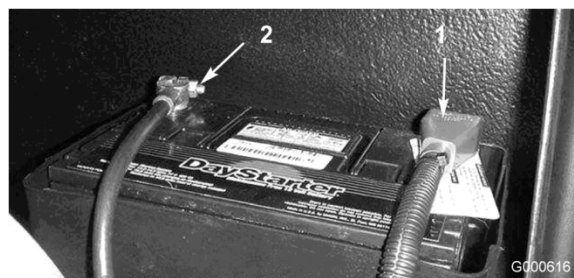

Figura 39
5. Instale o cabo positivo (vermelho) no terminal positivo (+) e o cabo negativo (negro) no terminal negativo (-) da bateria (Figura 39). Prenda os cabos nos pólos com parafusos e porcas. Certifique-se de que o terminal positivo (+) se encontra correctamente colocado no